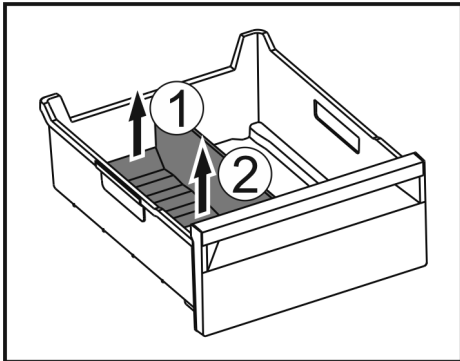

Fig. 115
- ▶ Ridicați partea posterioară a separatorului pentru compartimentul de gheață. Fig. 115 (1)
- ▶ Scoateți separatorul pentru compartimentul de gheață în sus. Fig. 115 (2)